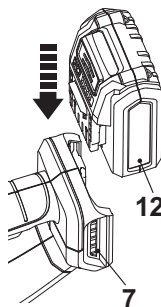

Fig. 2
1. Alignez le bloc-batterie (12) avec les fentes coulissantes du port de connexion de la batterie (7) et faites glisser le bloc-batterie (12) pour le fixer. Assurez-vous qu'il s'enclenche bien (Fig. 2).